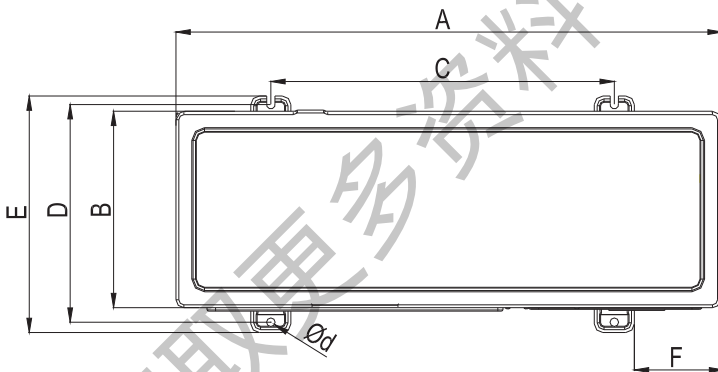

图5.1 地脚螺栓的位置
- (1) 使用地脚螺栓紧固室外机，使用垫圈将室外机紧固到地脚螺栓上。
- (2) 当使用地脚螺栓紧固室外机时，紧固孔的位置如图5.1所示。